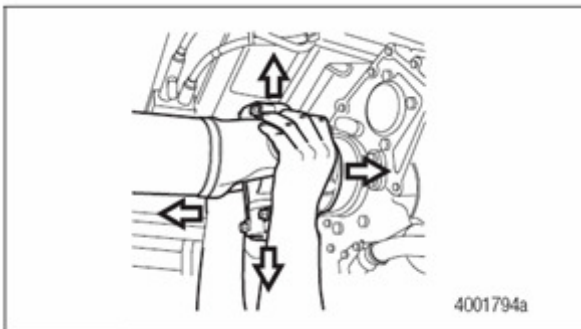

Figura 4.8
- B. Trate de mover la brida DE ARRIBA ABAJO y DE LADO A LADO aplicando al menos 50 lb-ft (222.5 N.◀m) de fuerza a la línea de transmisión cercana a las uniones universales. Figura 4.8